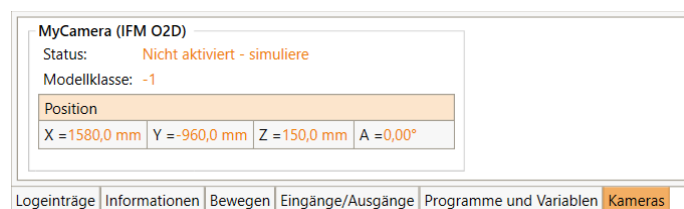

Abbildung 40: Kamera-Statusbereich
- CRI-Schnittstelle: Das Bild wird über, die Ethernet-Schnittstelle an iRC übertragen und kann dort im Kamera-Statusbereich beobachtet werden (s. Abb. 40).